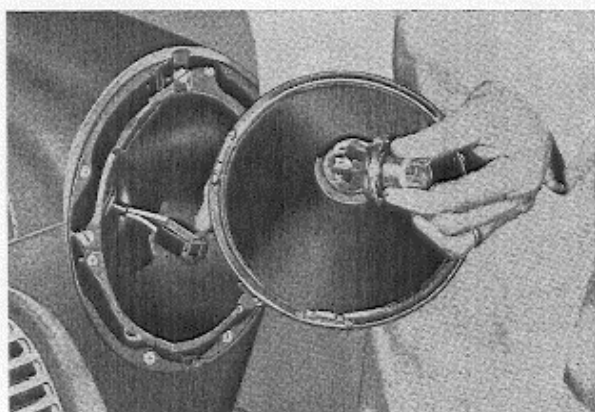

Abb. 84 Einbau der Glühbirne, asymmetrisches Licht
5. Bei asymmetrischen Scheinwerfereinsätzen ist die Glühbirne direkt im Reflektor angebracht, siehe Abb. 84. Bei symmetrischen Einsätzen sitzt die Glühlampe in einem Lampenhalter, der im Reflektor angebracht ist, siehe Pkt. 4.